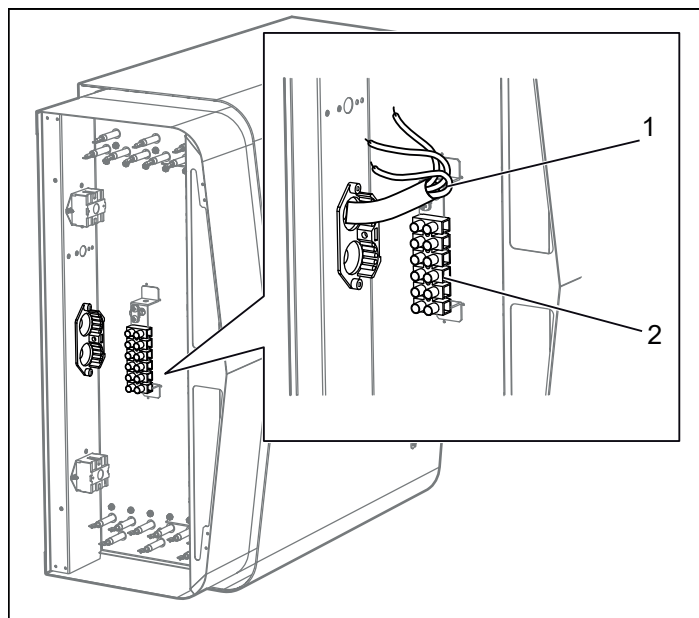

Fig 10: Elanslutning
2. Anslut elkabeln (se Fig 10) enligt kopplingsschema (se Avsnittet Anslutning/kopplingsschema, Fig 17-24).